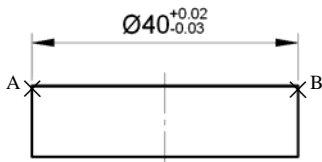

图 8.3.23 创建尺寸公差标注
在机械设计中,经常要创建图 8.3.23 中所示的尺寸公差标注,利用多行文字功能可以非常方便地创建这类尺寸标注。下面介绍其一般操作步骤。
Step3. 分别捕捉选择尺寸标注起点 A 点和 B 点,如图 8.3.23 所示。
(1) 在命令行输入字母 M (即选择提示中的 **多行文字(M)** 选项), 并按 Enter 键。